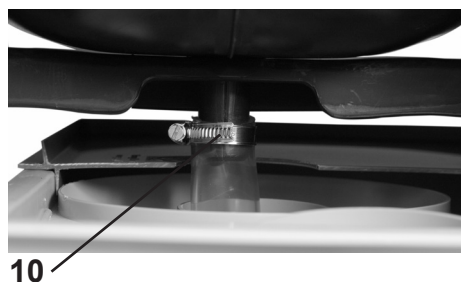

Fig. 24
10. Slăbiți ușor colierul (10, Fig. 24) și împingeți-l în sus. Strângeți ferm colierul (legătura trebuie să fie etanșă).